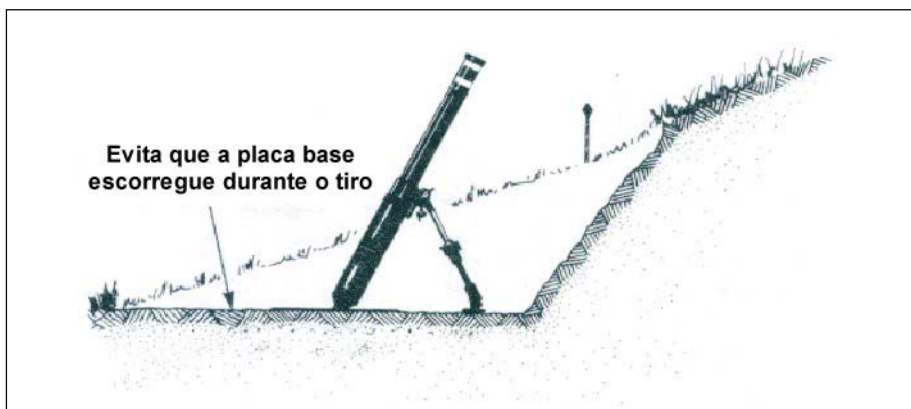

Fig 4-1. Preparação em Encosta
d. Para evitar o constante uso da manga de chamada e o desnivelamento do bipé no solo, uma área plana deve ser preparada para os pés do bipé. Quando estiver nivelando o solo para criar uma plataforma de tiro (Ex: contra uma rampa inclinada) é importante lembrar-se que durante o tiro a placa-base tem a tendência de deslizar para trás. Uma área suficiente deve ser preparada prevendo este deslizamento (Fig 4-1).